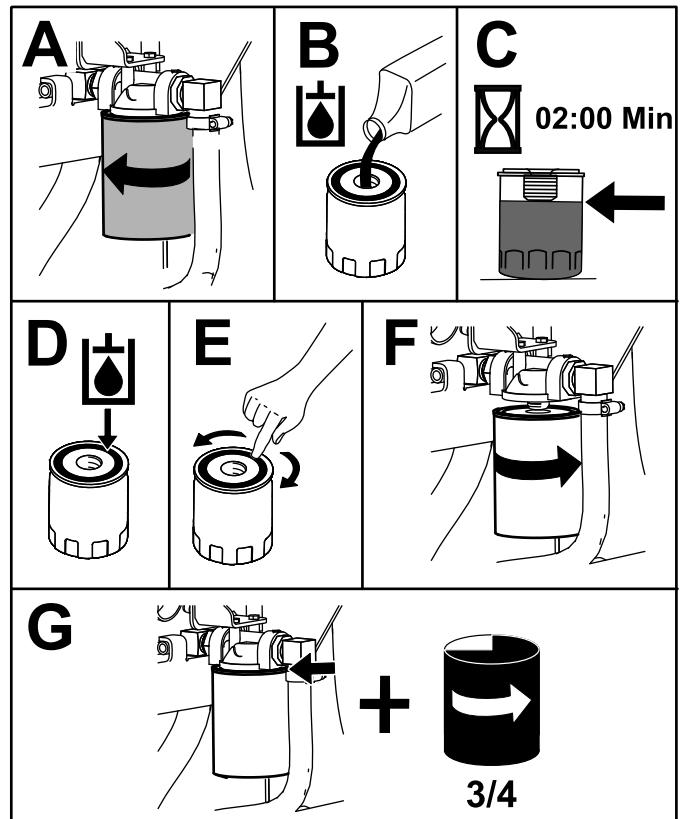

Bild 72
4. Stellen Sie eine Auffangwanne unter den Filter und entfernen den Filter (Bild 72).